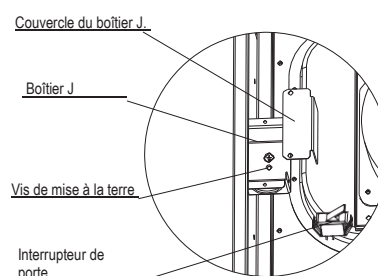

Fig. 31- Boîtier J
1. Déposer et conserver les deux vis maintenant le boîtier J. (Voir Fig. 31.)
- Déposer et conserver les deux vis maintenant le boîtier J. (Voir Fig. 31.)